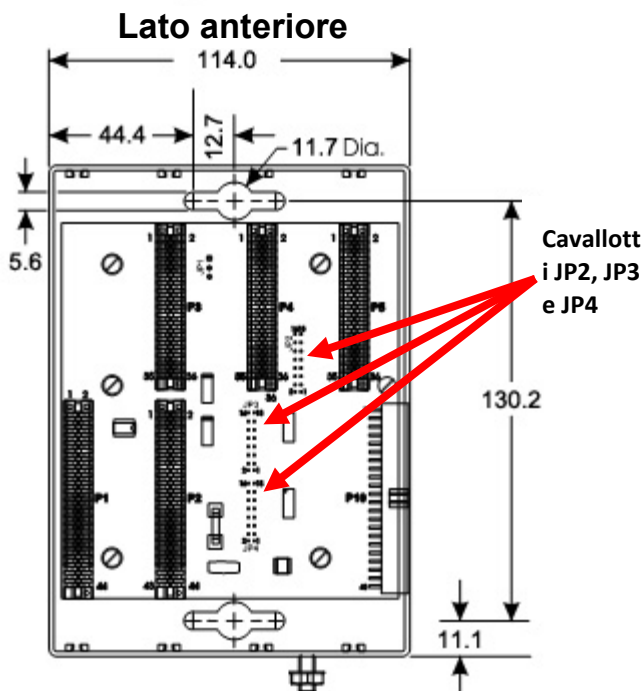

Figura 2. Dimensioni della custodia base a 4 slot per ControlWave Micro (in millimetri)
- **Alloggiamento di base.** Posizionare come desiderato sulla piastra di montaggio dell'alloggiamento ed individuare i fori di montaggio sulla piastra usando il ControlWave Micro come modello. Vedere la *Figura 2* per le dimensioni. Praticare i fori di montaggio nella piastra. Posizionare il ControlWave Micro sui fori e fissarlo alla piastra con quattro viti (non fornite). Serrare le viti a circa 1,1 - 1,4 N-m.
Nota: per fissare un alloggiamento di espansione a un alloggiamento di base a 4 slot o 8 slot, rimuovere i tre terminali del bus (JP2, JP3 e JP4, mostrati nella *Figura 2*) dal backplane dell'alloggiamento di base a 4 slot o 8 slot.
Gli alloggiamenti di base sono dotate di un capocorda di terra (vedere la *Figura 2*) in grado di accogliere un filo di dimensioni massime di 5,19 mm (4 AWG). Dopo l'installazione degli alloggiamenti di base e di espansione e prima di installare tutti i moduli